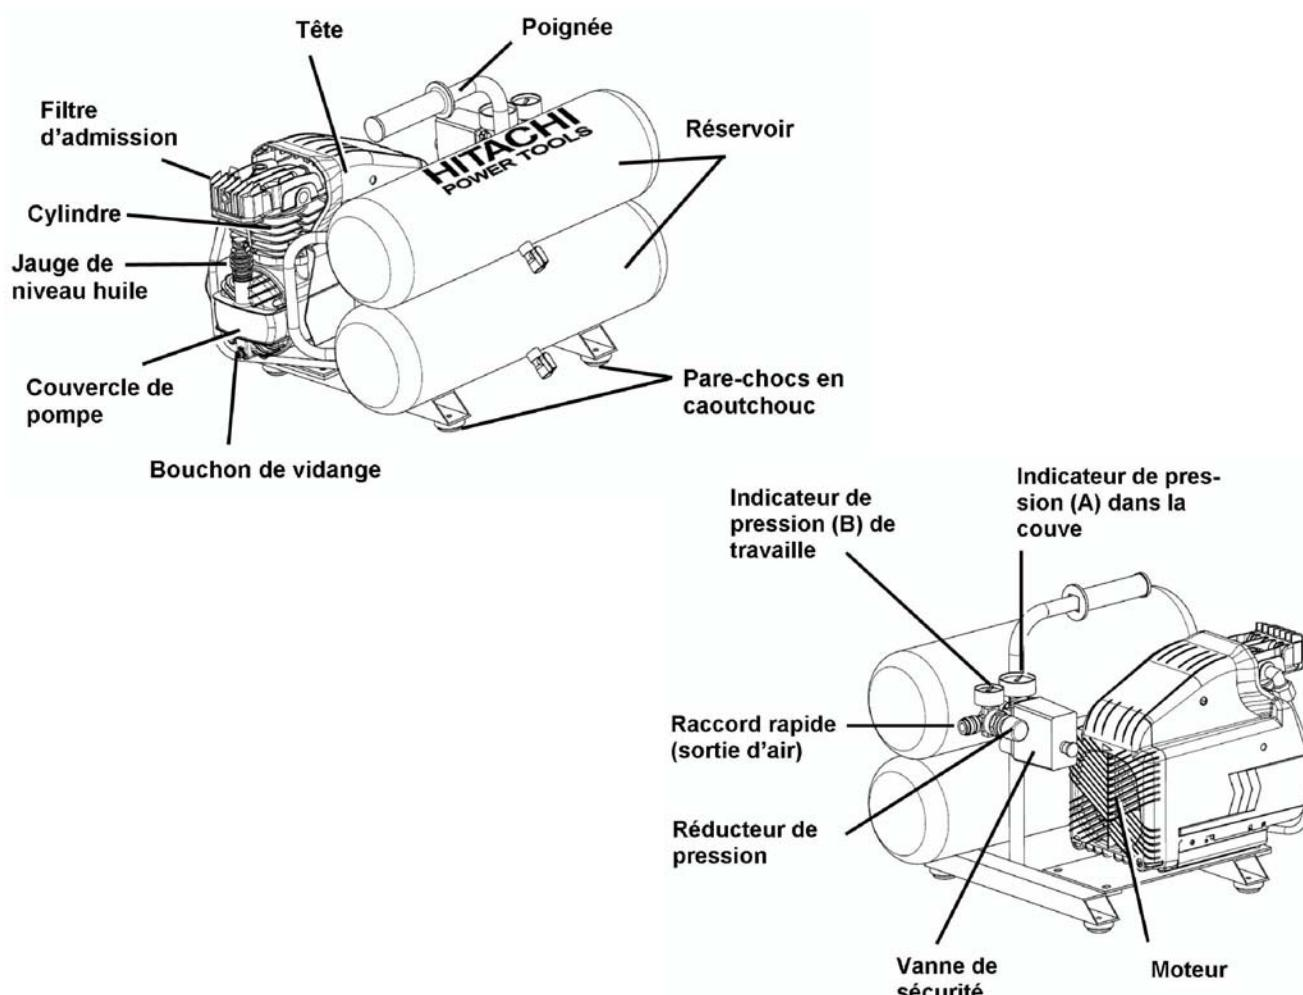

Fig.1
- REMARQUE: Quand on utilise ou on range le compresseur, appliquer les 4 protections en caoutchouc, en bas, sur le sol (Consulter la Fig. 1).